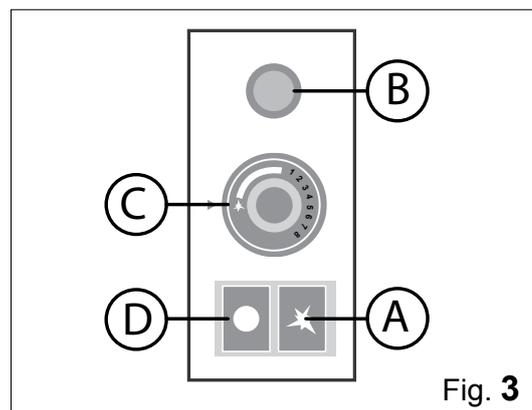

Fig. 3
- ruotare la manopola termostato su simbolo piezoelettrico (Fig. 3 C).
- Premere a fondo per 20" il tasto d'immissione gas fiamma pilota (Fig. 3 A) e contemporaneamente premere più volte il tasto accensione piezoelettrica (Fig. 3 B) fino all'accensione della fiamma pilota
- Completate le operazioni per l'accensione della fiamma pilota, ruotare la manopola termostato nelle posizioni da 1 a 8 per impostare la temperatura d'esercizio desiderata (Fig. 3 C).
Al termine del ciclo di lavoro premere il pulsante "D" (Fig.3) per spegnere l'apparecchiatura.